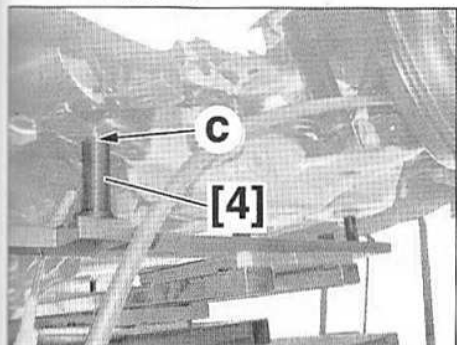

FIG.49
• Lever l'outil [5] et engager les outils [4] sous l'essieu en (c) (Fig.49).